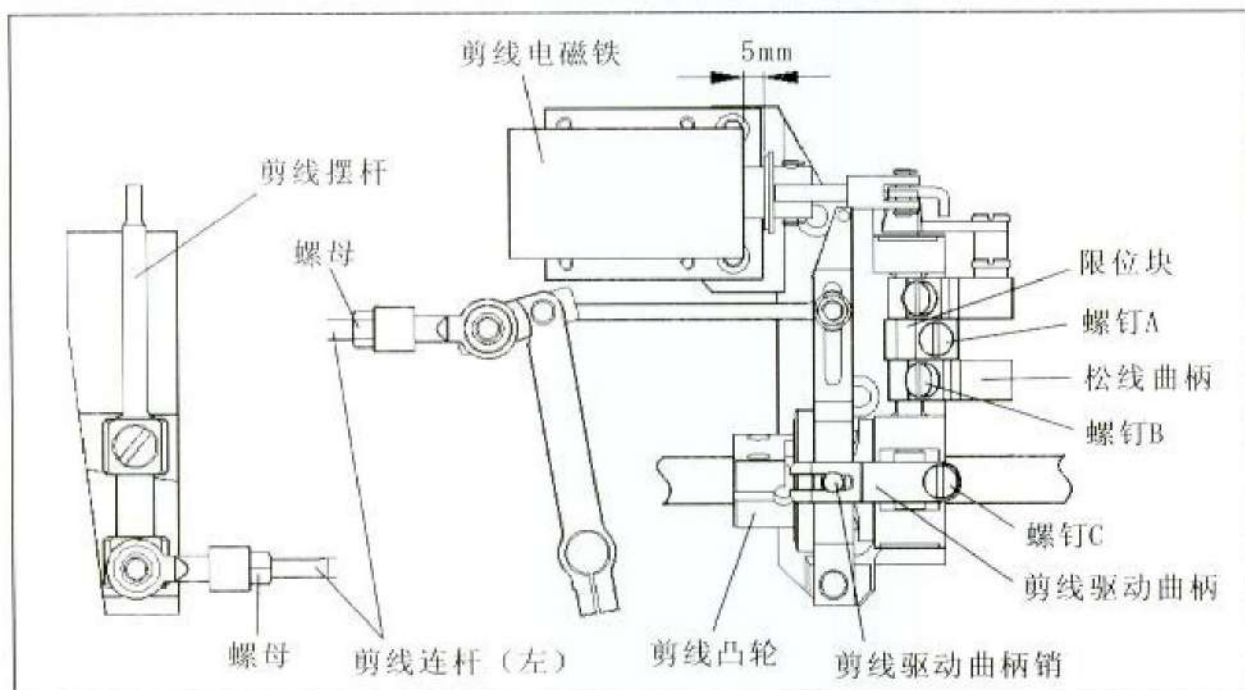

图24
3) 拧松拨线勾凸轮螺钉 (3)，调整拨线勾凸轮 (4)，使拨线勾 (6) 在离旋梭最近位置，然后锁紧拨线勾螺钉。
4) 松开牛角座螺钉 (5)，调整拨线勾 (6) 到旋梭的距离为 $0.3 \sim 0.4\text{mm}$ 。
33. 剪线装置的调整 (图24)：